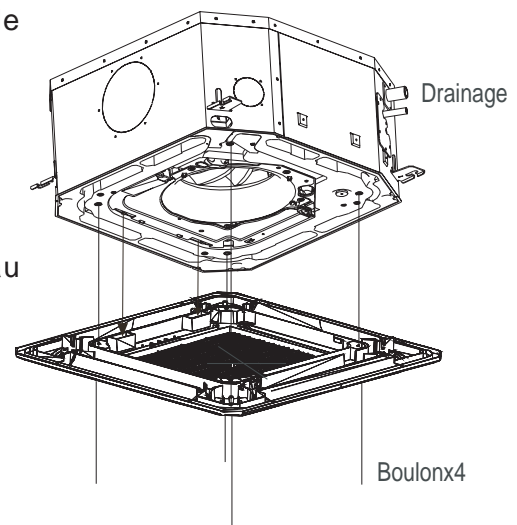

Fig.25
1. Alignez correctement le moteur de rotation sur le panneau aux joints des tubes du corps. (fig.25)
2. Accrochez les quatre cordes fixes du corps principal sur le couvercle de montage et les trois autres couvercles du moteur de rotation. (fig.25)